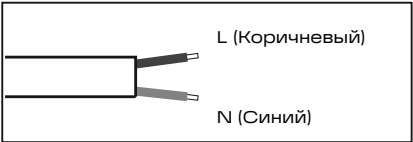

Рис. 1
- 5.9 Выполните электрическое подключение осветительного прибора согласно рис.1. Для версий с DALI подключение кабеля управления DALI осуществляется напрямую в клеммную колодку драйвера (DA).